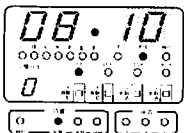

図5-4
- ⑤「▲」「▼」キーで日間パターンを“1”にし、(図5-4)「登録」キーを押してください。